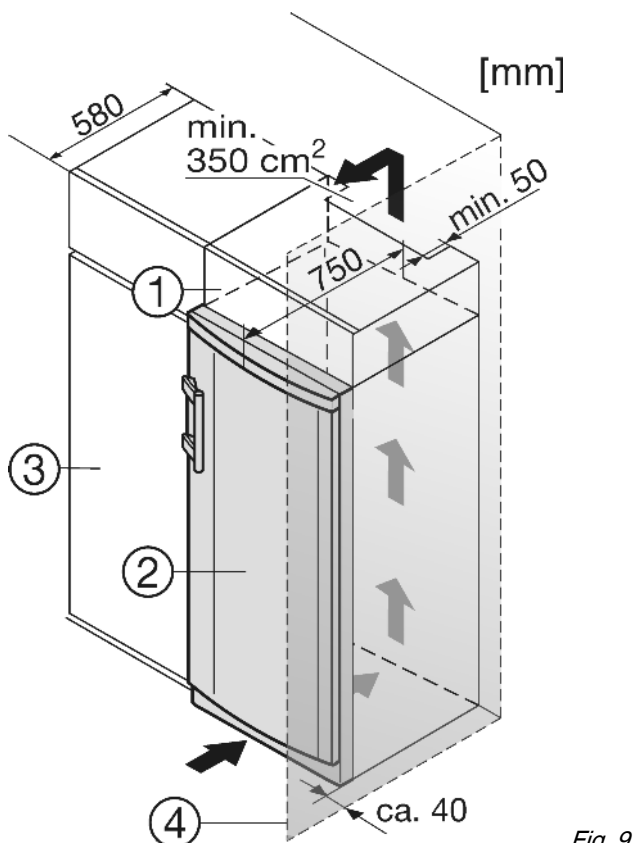

Fig. 9
- (1) Дополнительный шкафчик
- (2) Устройство
- (3) Кухонный шкаф
- (4) Стенка
Если устройство установлено на шарнирах у стены Fig. 9 (4), то расстояние между устройством и стеной должно быть не менее 40 мм. Настолько выступает ручка при открытой дверце.